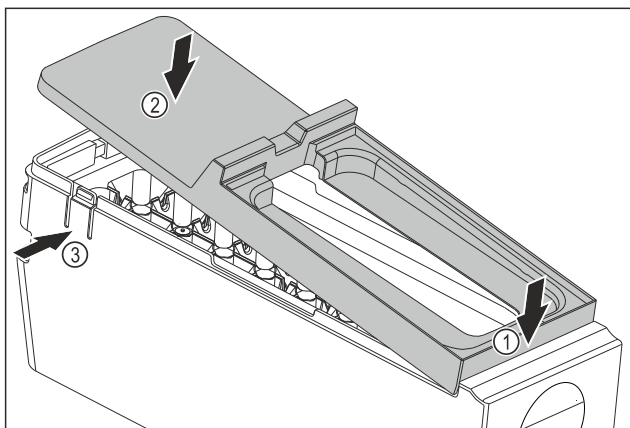

Fig. 147
- ▶ Встановіть кришку корпусу EasyTwist-Ice: Прикріпіть кришку спереду. Fig. 147 (1)
- ▶ Опустіть кришку ззаду. Fig. 147 (2)
- ▶ Кришка зі звуком фіксується в обох виступах Fig. 147 (3).